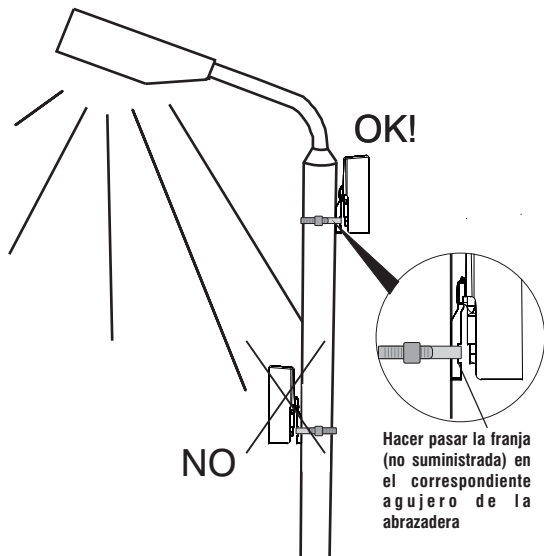

fig. 9
- a poste** fijando la abrazadera en vertical con franja (no suministrada) haciéndola pasar por el correspondiente agujero (fig. 9);
El interruptor crepuscular administra el encendido y el apagado de instalaciones de iluminación externa. El interruptor cierra el contacto cuando la luminosidad ambiente desciende por debajo del umbral programado y lo mantiene cerrado hasta la sucesiva superación del umbral. Para un correcto funcionamiento, el interruptor crepuscular debe ser instalado en modo de no ser influenciado por el encendido de la lámpara a la cual está conectado (fig. 9 y 10) o de cualquier otra fuente luminosa (rótulos luminosos comerciales, luces de vehículos, etc...).